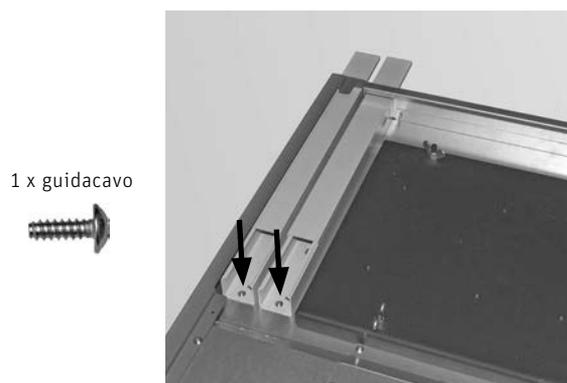
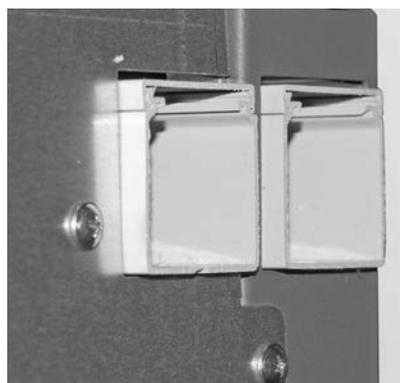

Fig. 76 Fissare i guidacavi
Fig. 77 I guidacavi devono sporgere di circa 5 mm dal retro
- Fissare i due guidacavi con 1 vite autofilettante ciascuno (Fig. 76), sul retro i guidacavi devono sporgere di circa 5 mm dal rivestimento della parete posteriore – Fig. 77.